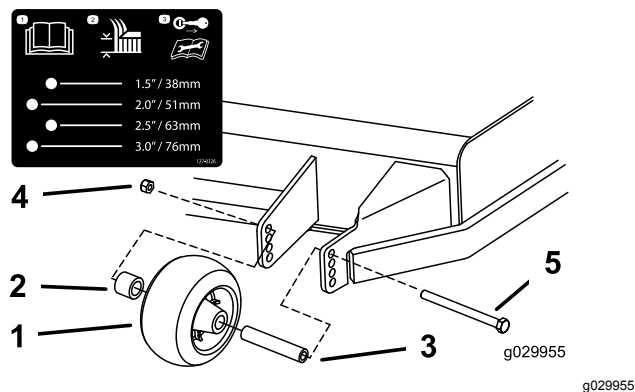
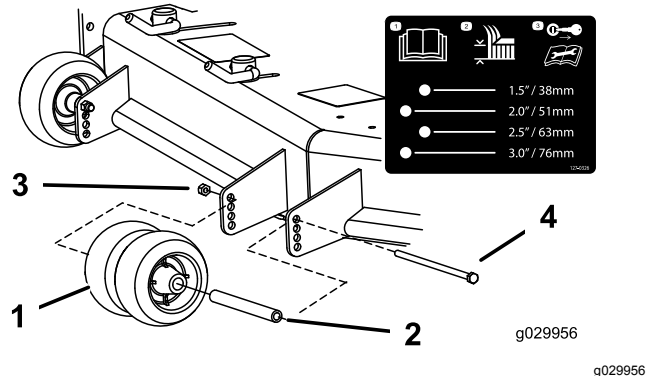
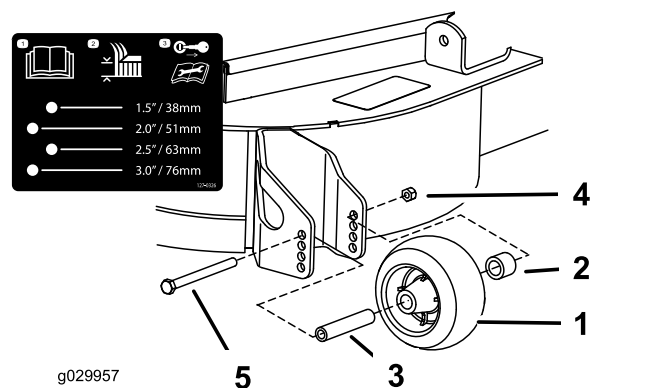

Figura 31
Figura 32
Figura 33
- Remova os rolos antitanos como se mostra na Figura 31, Figura 32 e na Figura 33.